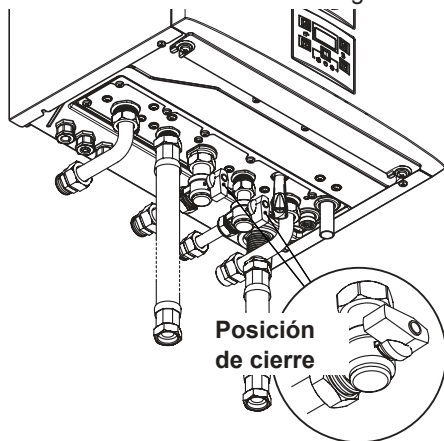

Figura 2.13
- Cierre las llaves de la caldera Figura 2.13;